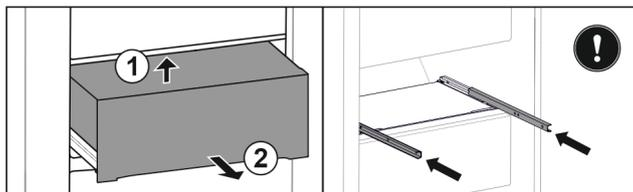

Fig. 38
- Soulever la partie arrière en l'attrapant par le bas Fig. 38 (1).
- Sortir le tiroir par l'avant Fig. 38 (2).